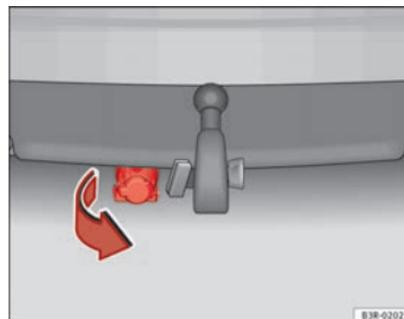

Fig. 162 Parachoques trasero: Pivotar hacia abajo la toma de corriente para el remolque
- Bascule hacia abajo la toma de corriente que se encuentra bajo el parachoques para conectar los cables del remolque ⇒ fig. 162.